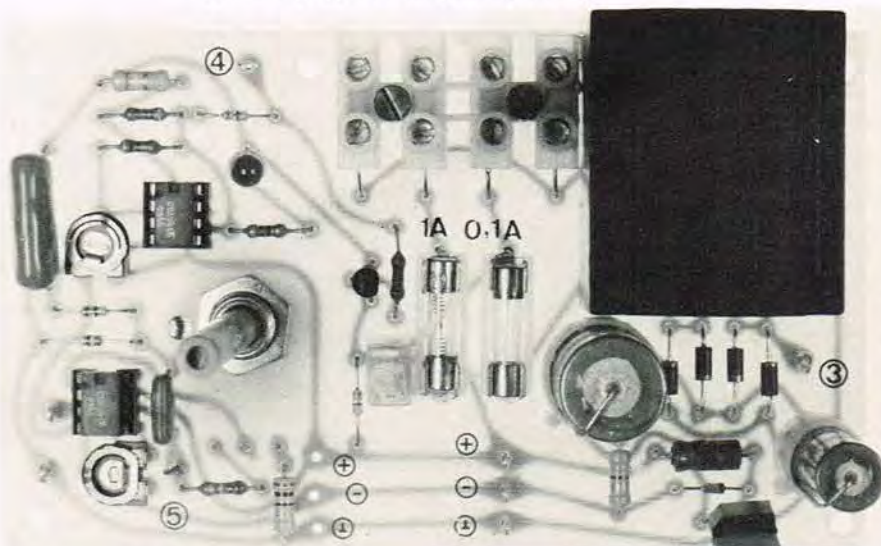

Fig. 15. Foto af print med relæ.
Uden yderligere kommentarer viser fig. 15, 16 og 17 samt komponentlisten, hvordan det kan gøres. Relædelen er indsat mellem strømforsyningen og lydforstærkerdelen på det print, der allerede er gennemgået.
K. Sammenhængende klemmuffer. (se fig. 15).